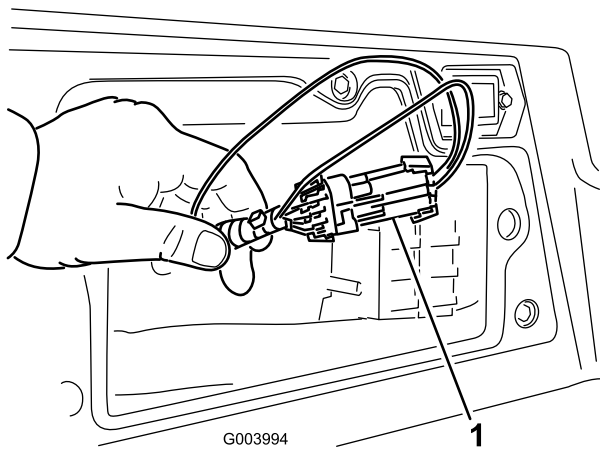

図 48
3. コントローラの近くにあるワイヤ・ハーネスとそのコネクタを探し出す（図 48）。